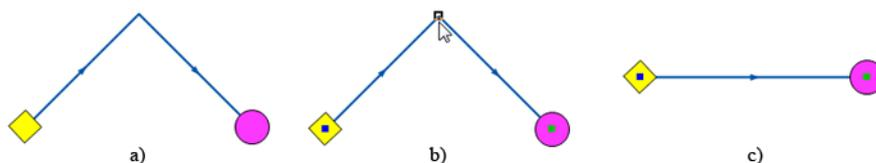

Рисунок 6.9. Удаление точки перелома
2. Отметить удаляемый узел, для этого подвести курсор к удаляемому узлу и нажать левую клавишу мыши. Отмеченный узел будет выделен квадратом черного цвета (см. Рисунок 6.9, «Удаление точки перелома»b);
3. Нажать кнопку  панели инструментов или клавишу Delete клавиатуры, либо щелкнуть правой кнопкой мыши и выбрать Удалить точку перелома. Точка перелома будет удалена и участок автоматически выпрямится. (см. Рисунок 6.9, «Удаление точки перелома»с).